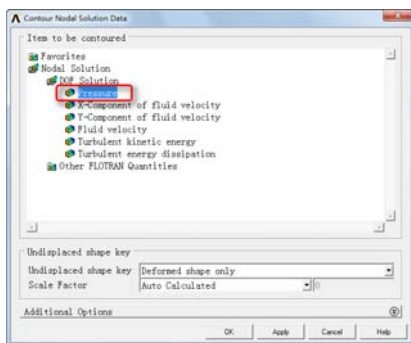

图 7-34 “Contour Nodal Solution Data”对话框
❶ 读入计算结果：依次选择 Main Menu→General PostProc→Read Results→Last Set，读取最后一次迭代的计算结果。
❷ 依次选择 Main Menu→General PostProc→Plot Results→Contour Plot→Nodal Solution，会弹出“Contour Nodal Solution Data”对话框，如图 7-34 所示。